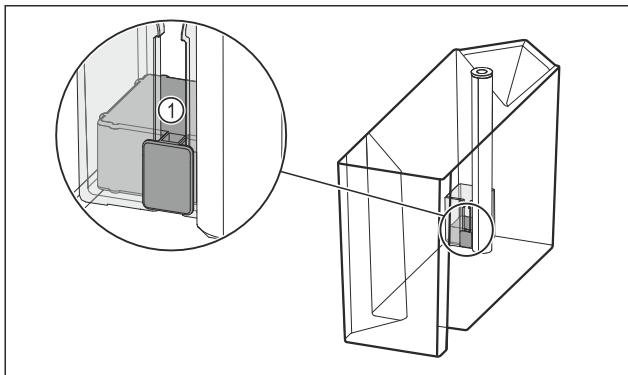

Fig. 100
- Проверьте, не застрял ли поплавок Fig. 100 (1).